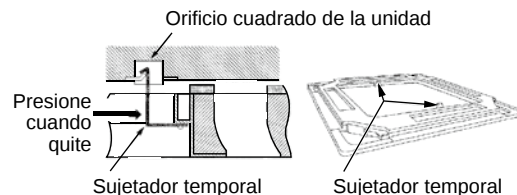
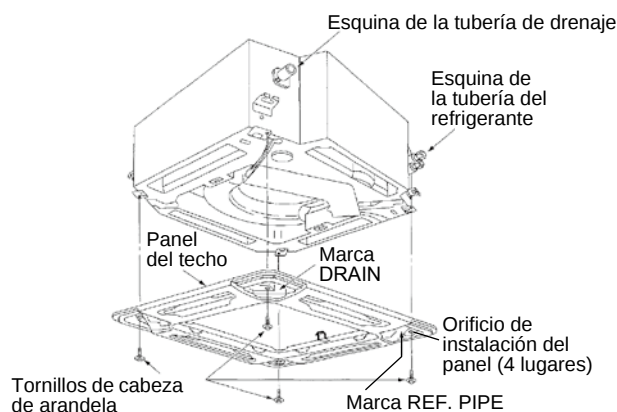

Fig. 9-7
Fig. 9-8
- (1) Inserte los sujetadores temporales (acero inoxidable) en el interior del panel del techo en los orificios cuadrados de la unidad para fijar temporalmente el panel del techo en su lugar. (Fig. 9-7)
- Para quitar el panel del techo, sujételo mientras presiona los sujetadores temporales hacia fuera. (Fig. 9-7)
- (2) Alinee los orificios de instalación del panel y los orificios para tornillos de la unidad.
- (3) Apriete los tornillos de cabeza de arandela suministrados en los 4 lugares de instalación del panel de forma que el panel quede firmemente fijado a la unidad. (Fig. 9-8)